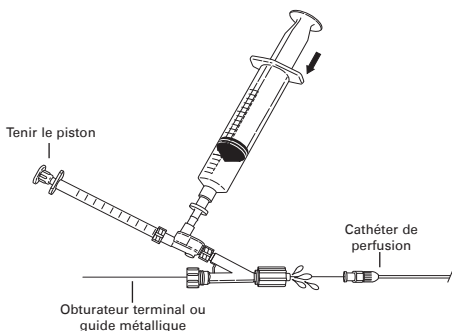

Fig. 5
7. Pour raccorder l'adaptateur Tuohy-Borst muni de la double valve anti-retour au cathéter de perfusion, desserrer la valve Tuohy-Borst et glisser l'ensemble sur l'obturateur terminal du cathéter. Avant de faire le raccordement au cathéter, tenir le piston de la seringue de 1 ml fixe et appuyer sur la seringue de 20 ml afin de purger l'air de l'ensemble. Laisser un ménisque de sérum sur le raccord Luer de l'adaptateur Tuohy-Borst avant d'y raccorder le cathéter de perfusion. **(Fig. 5)**